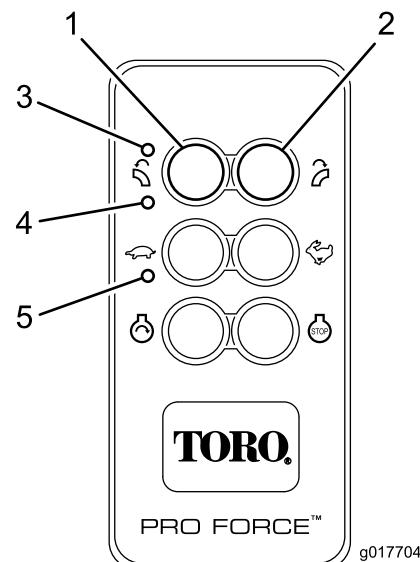

Figura 16
El control remoto se activa (se enciende) al pulsar cualquier botón. Los LEDs TX y RX parpadean, indicando que el control remoto está activado y se está comunicando con la unidad base. Para conservar las pilas, el control remoto se mantiene activo durante unos tres (3) segundos antes de apagarse automáticamente, a menos que detecte la pulsación de un botón dentro del límite de tres segundos. Cuando el equipo se apaga después del tiempo de espera, se apagan todos los LED del control remoto (Figura 16). Pulse cualquier botón para reactivar el control remoto.